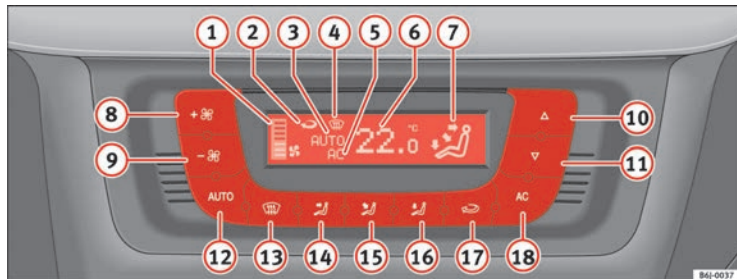

Abb. 91 In der Instrumententafel: Bedienelemente Climatronic
– Drehen Sie den Temperaturregler ⇒ Seite 130, Abb. 91 ⑩, um die Temperatur einzustellen.
- ① Anzeige der Gebläsestufe
- ② Anzeige für Umluft-Stellung
- ③ Anzeige **AUTO** (Automatikbetrieb)
- ④ Defrost-Anzeige
- ⑤ Anzeige AC (Klimaanlage ist eingeschaltet)
- ⑥ Anzeige der gewählten Innenraumtemperatur
- ⑦ Anzeige der Luftstrom-Richtung
- ⑧ Erhöhung der Gebläseleistung
- ⑨ Verringerung der Gebläseleistung
- Drücken Sie die Taste **AUTO**. Die Anzeige ⇒ Seite 130, Abb. 91 ⑦ erscheint.
- Drücken Sie eine der Tasten ⇒ Seite 130, Abb. 91 **14** bis **16** oder drücken Sie den Gebläseregler **8** und **9**. Die Anzeige **3** erlischt.
Das Gebläse kann mit den Tasten **8** und **9** eingestellt werden ⇒ Seite 130, Abb. 91. Ist das Gebläse ausgeschaltet (am Display wird keine Gebläsestufe **1** angezeigt) und die Taste **9** gedrückt gehalten, wird die Climatronic ausgeschaltet. Dies wird durch **OFF** im Display angezeigt.
- Drücken Sie die Taste , um den Umluftbetrieb ein- oder auszuschalten. Der Umluftbetrieb ist eingeschaltet, wenn das Symbol  => Seite 130, Abb. 91 im Display angezeigt wird.